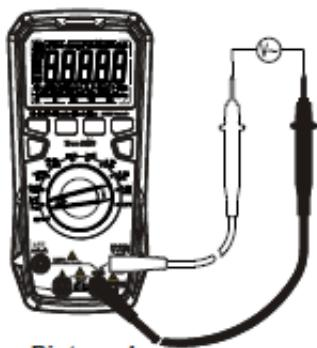

Рисунок. 4
**Измерение напряжения постоянного тока (см. рисунок 4)**